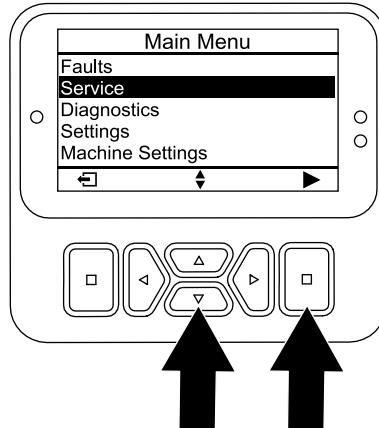

Figura 105
3. Premete il pulsante Giù fino a quando non viene selezionata l'opzione MANUTENZIONE, quindi premete il pulsante Invio (Figura 105).